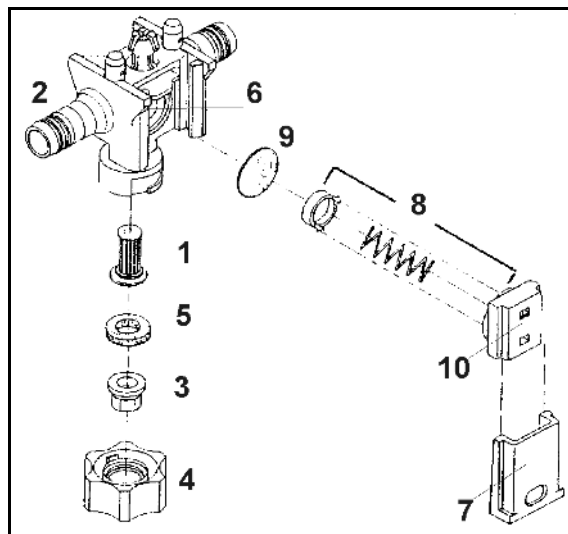

Fig. 203
2. Îndepărtați șuruburile (Fig. 203/1).
3. Scoateți capacul ventilului (Fig. 203/2).
4. Scoateți grupele supape (Fig. 203/3) .
5. Extrageți etanșarea inelară a supapei (Fig. 203/4) și inelul O (Fig. 203/5).